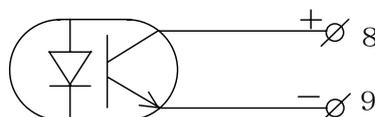

図 7
- ・同期パルス出力・・・8, 9端子に、下段積算表示のカウンタと同期のパルスがNPNオープンコレクタ出力として出ています。出力回路は図7のとおりです。